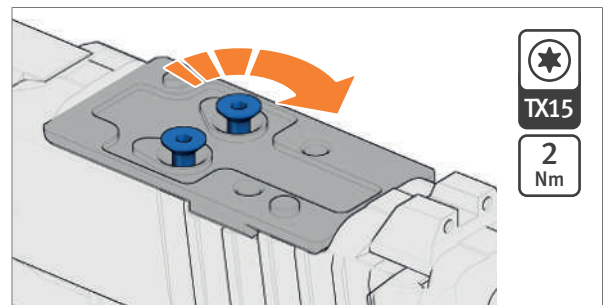

Abb. 42: Schrauben festziehen
5. Schrauben festziehen bis das Drehmoment erreicht ist (Abb. 42).